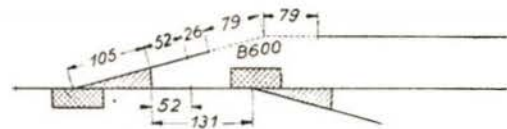

Bild 9 Entwicklung eines Weichenbüschels; Maßstab 1:10. Mit Rücksicht auf den Weichenantrieb ist hier eine Verlängerung erforderlich
- Entwicklung zweier Parallelgleise beiderseits vom Stammgleis (sogenannte Weichenbüschelung). Hierbei muß die Lage und Größe der Weichenantriebe berücksichtigt werden (Bild 9).